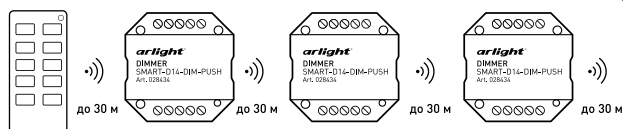

Рисунок 5. Ретрансляция сигнала от пульта ДУ
- 3.10. Все диммеры автоматически ретранслируют сигнал с пульта ДУ или панели управления (рисунок 5). Расстояние между диммерами на открытом пространстве может достигать 30 м.